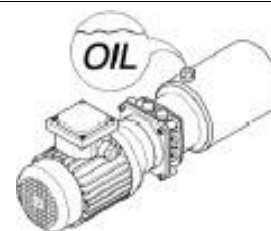

Рис. 43
3. Проверьте уровень гидравлического масла каждый месяц (Рис.43).